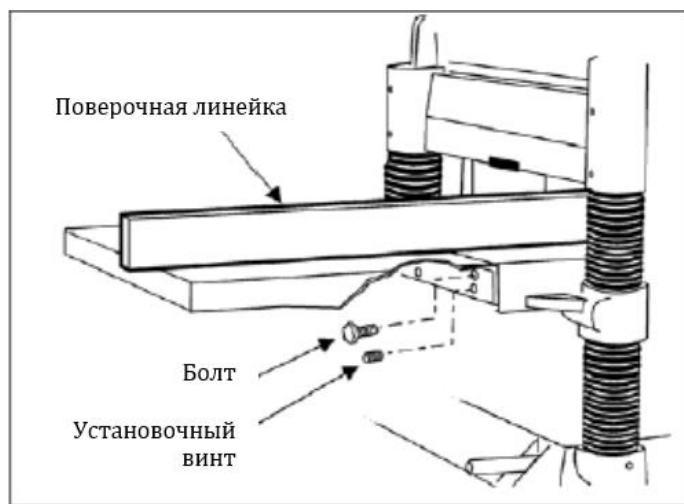

Рис. 7
1. Закрепить чугунный стол на кромке главного стола тремя болтами М8 х 25 (рис. 7). Не затягивать полностью.